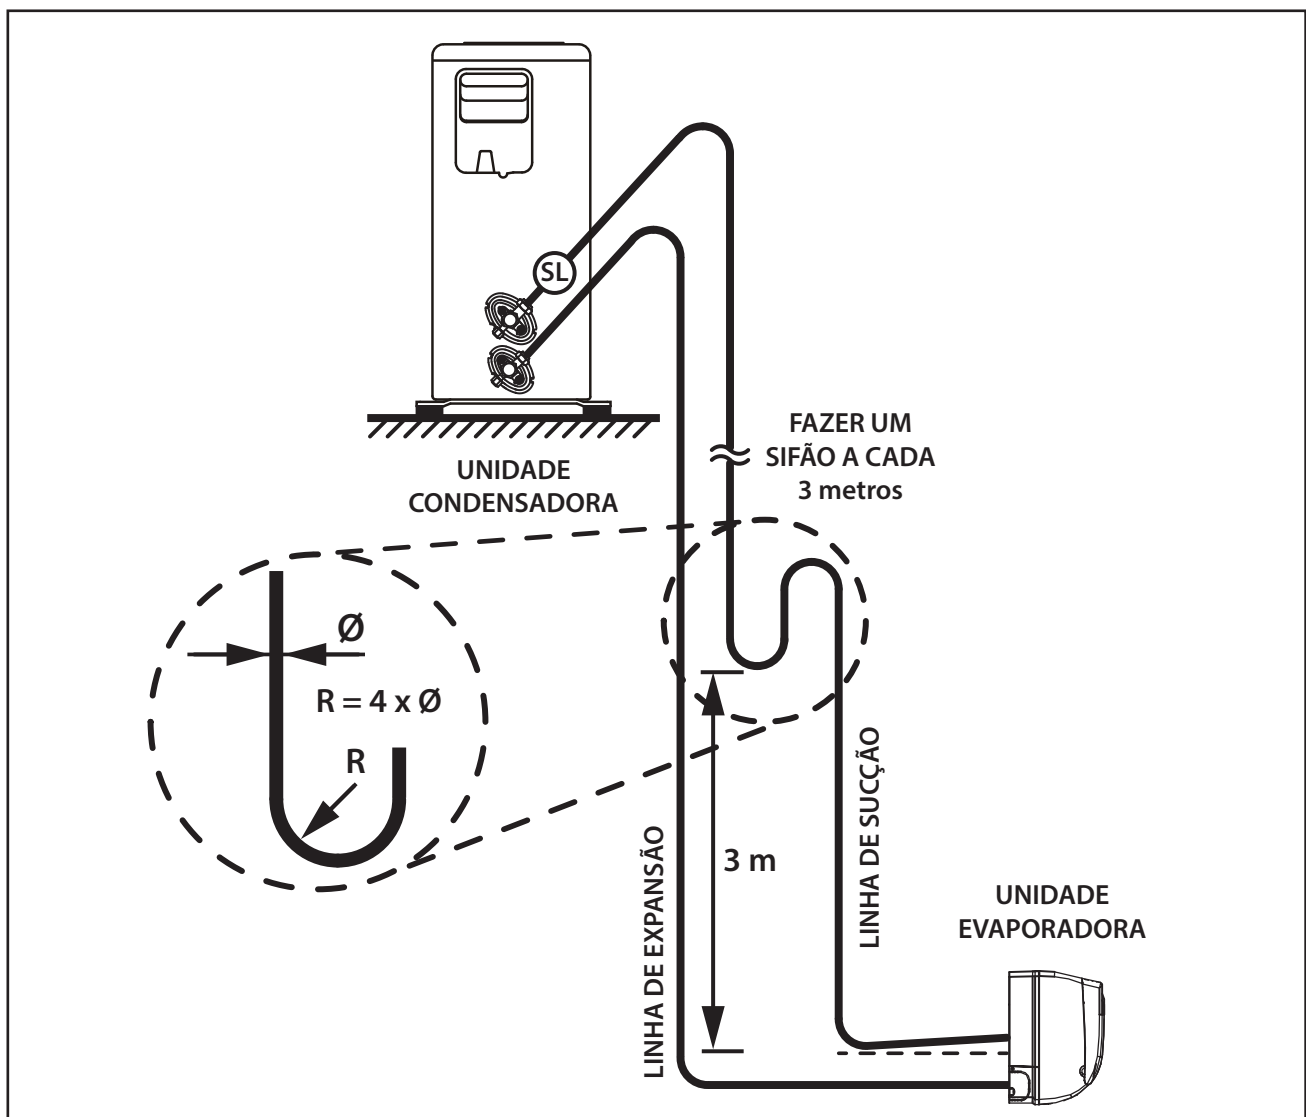

FIG. 15 - LINHAS DE INTERLIGAÇÃO
- I° Quando a unidade condensadora estiver em um nível superior ao da unidade evaporadora, fazer sifões nas subidas da linha de sucção a **cada 3,0 metros**; considerando desde a saída da evaporadora (Fig. 15).